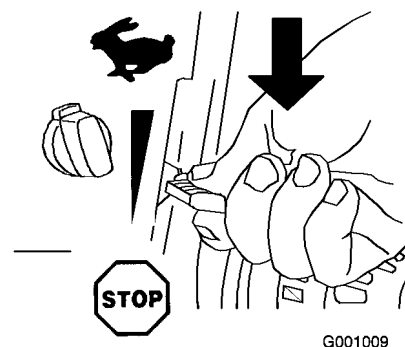

Figure 31
1. Réglez la manette d'accélérateur à la position d'arrêt (Figure 31).